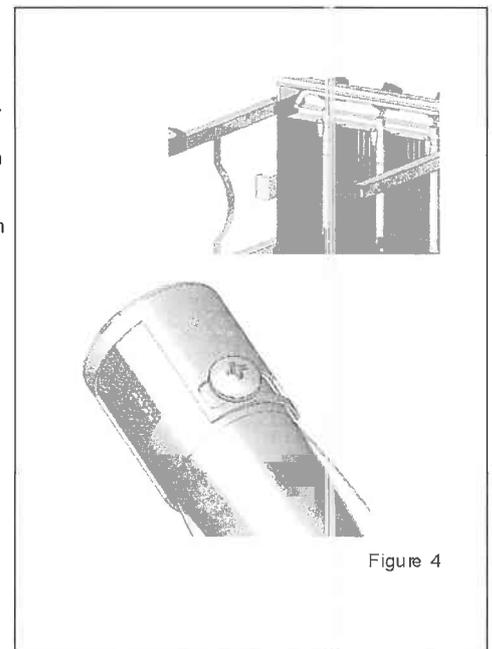

Figure 4
- Frischluftregelung: Normale Flammen sind blau, eventuell mit gelber Spitze. Falls die gesamte Flamme gelb ist, ist möglicherweise der Frischluftregler nicht korrekt eingestellt. Zur Einstellung des Frischluftreglers gehen Sie wie in Abb. 4 gezeigt vor.